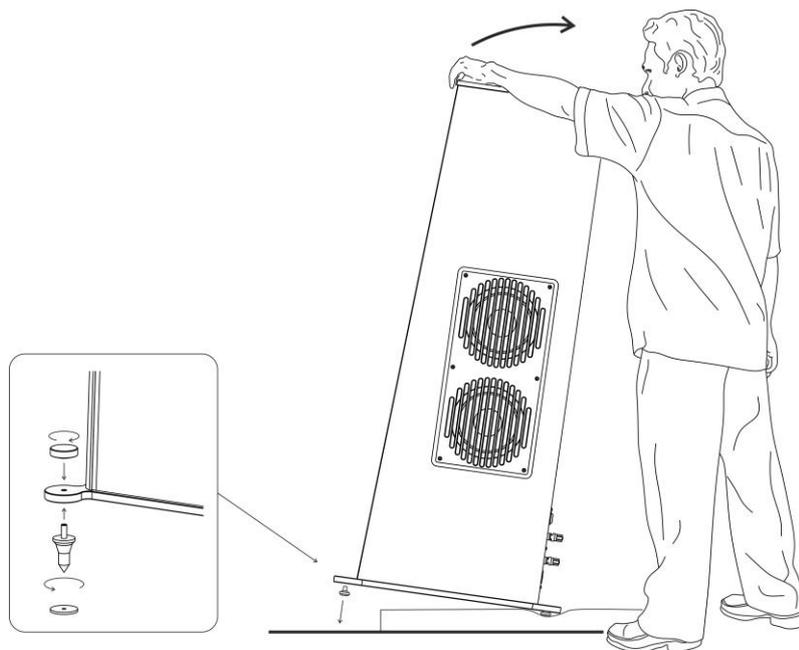

Abb. 5
- Montieren Sie die vorderen Spikes als Erstes. Hierzu neigt eine Person die **CWT 1000-40** leicht nach hinten (Abb. 5), während eine weitere Person die Möbelgleiter entfernt und Spikes wie im Punkt „Montage der Spikes im Detail“ beschrieben befestigt (Abb. 7).